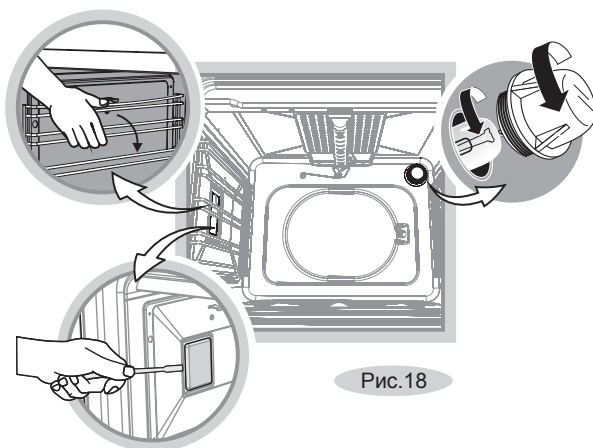

Рис.18
- Открутите стеклянный плафон (рис. 18)
- Плафон боковой подсветки, при наличии, снимается с небольшим усилием. (рис. 18)